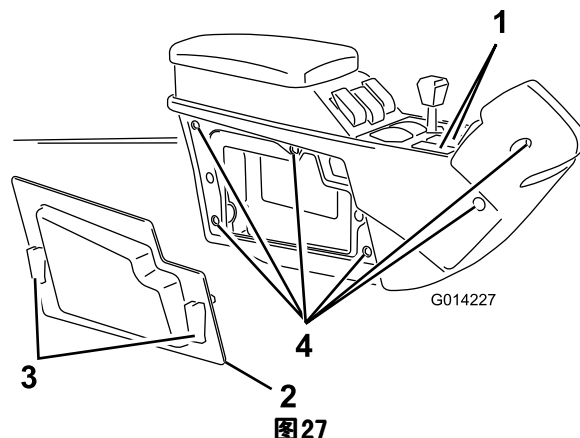

图27
- 在中央控制台组件上拆下 2 个泡沫标记组件开关孔塞（图27）。
- 松开 2 个快速门锁并拆下中央控制台组件的右侧板（图27）。
- 拆下用于固定中央控制台组件右侧盖的 6 个螺栓（图27）。